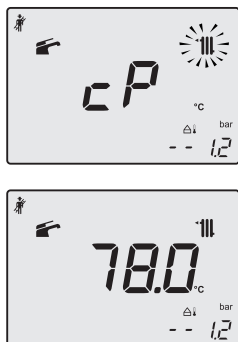

Figura 9.24
- Premendo il tasto 19 è possibile variare la potenza in modalità spazzacamino: con visualizzazione sul display LCD delle lettere **cP** che si alternano con il valore di temperatura dell'acqua di riscaldamento (es.78), siamo in "funzione spazzacamino" alla potenza massima in riscaldamento (Figura 9.24);